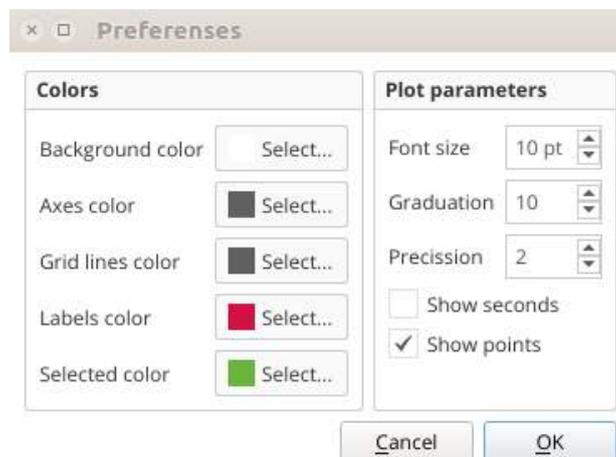

Fig. 12. Parametri del grafico che è possibile modificare.
- Stampa tutto: invia alla stampante tutti i grafici disponibili (4).
- fare clic su questo pulsante per aprire una finestra pop-up con i parametri del grafico (fig. 12).